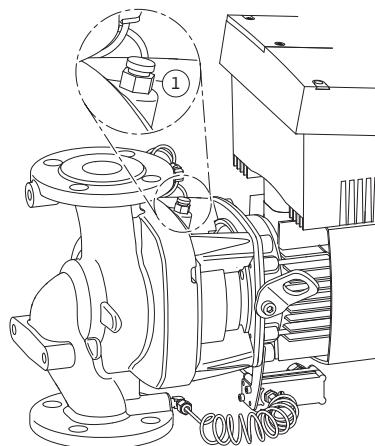

Fig. 45: Avluftringsventil
- Avlufta pumpen genom att lossa avluftringsventilen (fig. 45, pos. 1). Torrkörning förstör pumpens mekaniska axeltätning. Differens-trycksgivaren får inte avluftas (risk för skador).